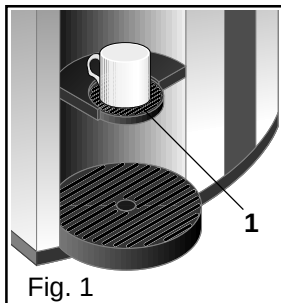

Fig. 1
Sæt en kop på kopholderen (1) (fig. 1).